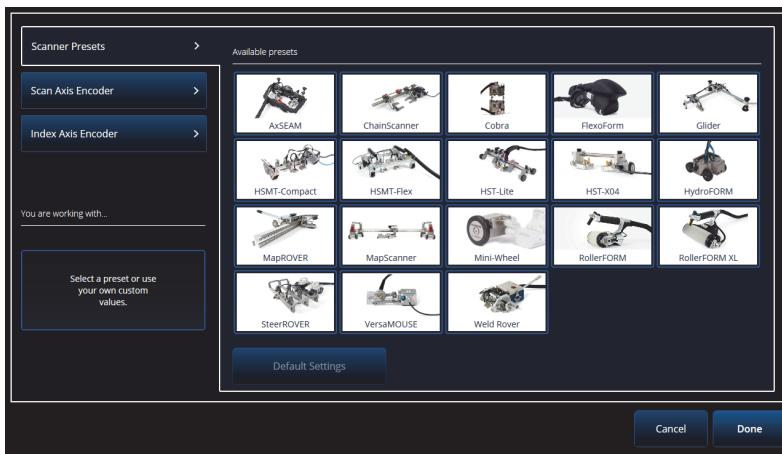

图 5-1 扫查器预设选择列表
2. 选择 **Scan** (扫查) > **Inspection** (检测) > **Encoders** (编码器)，访问编码器设置屏幕，并根据您的规格设置编码器参数（参见第 178 页的图 5-1）。您可以使用预设的扫查器，或者在这个菜单中编辑轴的参数。